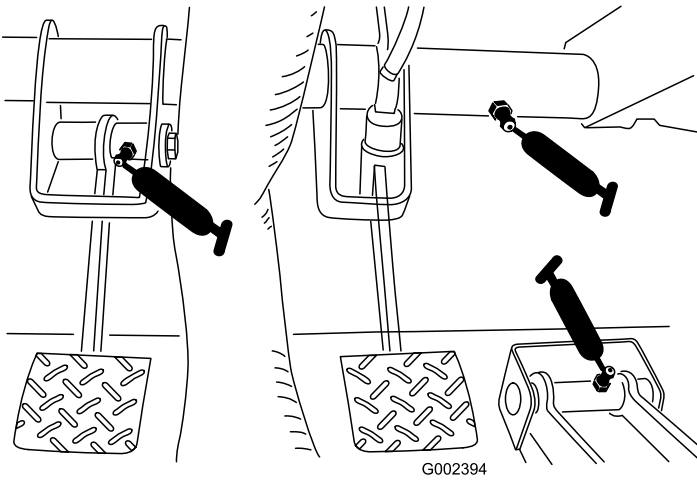

Bild 43
- Kupplung (1), Fahrpedal (1), Bremse (1 Stück) (Bild 43)